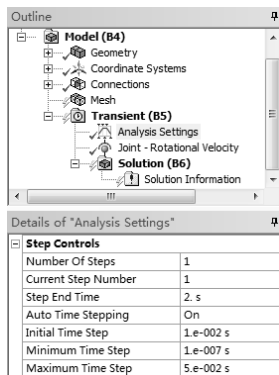

图 10-27 Analysis Settings
1) 在【Outline (分析树)】中选择【Transient (B5)】节点下的【Analysis Settings】节点，在详细设置窗口中设置【Step End Time】为 2s，如图 10-27 所示。